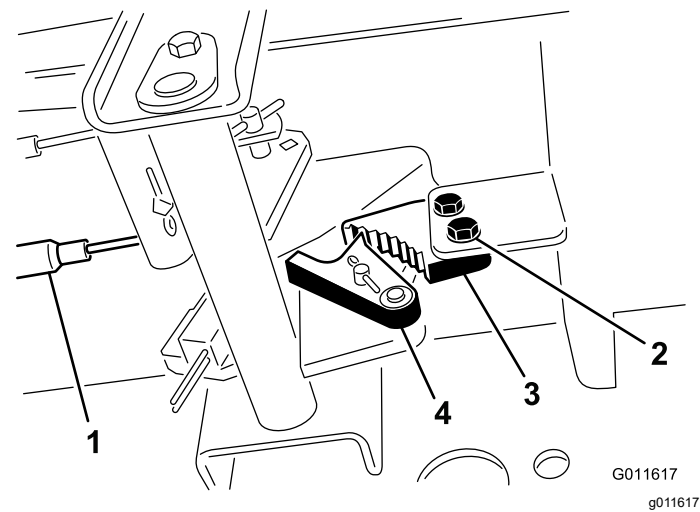

图 47
- 1. 松开将驻车刹车间固定到机架的 2 个螺钉图 47。
- 2. 向前踩驻车刹车踏板直到刹车卡槽完全接合刹车间图 47。